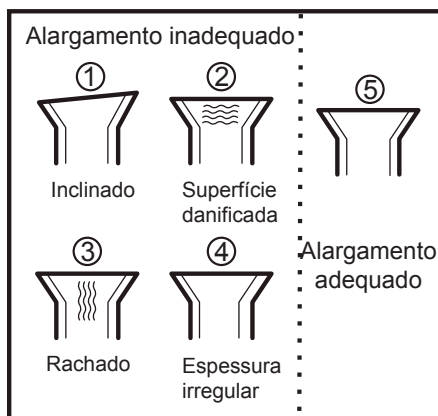

Fig. 6
- 4) Alargue os tubos. Insira a saída do tubo na porca de cobre antes de alargar o tubo. Certifique-se de que o buraco é plano com a superfície sólida e a espessura uniforme. (Fig. 6)